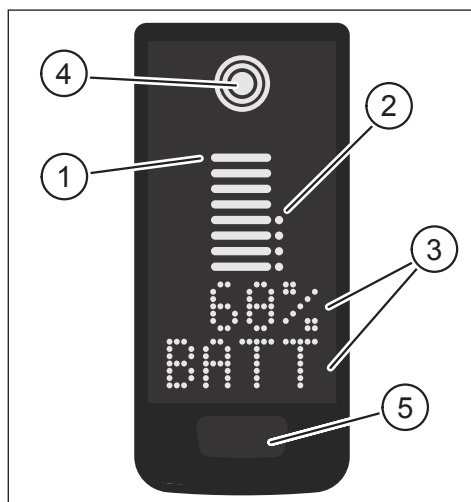
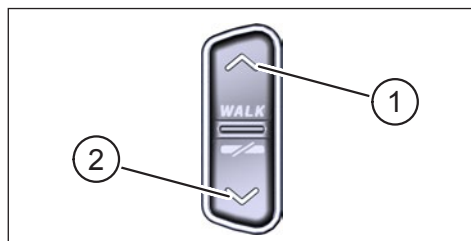

Fig. 1: Elementi operativi e di visualizzazione sul Display
Fig. 2: Controlli sul Remote
Punta in Fig. 1	Descrizione
Punta in Fig. 2	Descrizione
- ▶ Tenere premuto il pulsante di controllo sul Display (punta 5 in Fig. 1) e il pulsante operativo IN BASSO sul Remote (punta 2 in Fig. 2) per almeno 5 s.
- ▶ Esercitare una **doppio clic** pressione del pulsante di comando sul Display (punta 5 in Fig. 1) per passare alla schermata successiva.